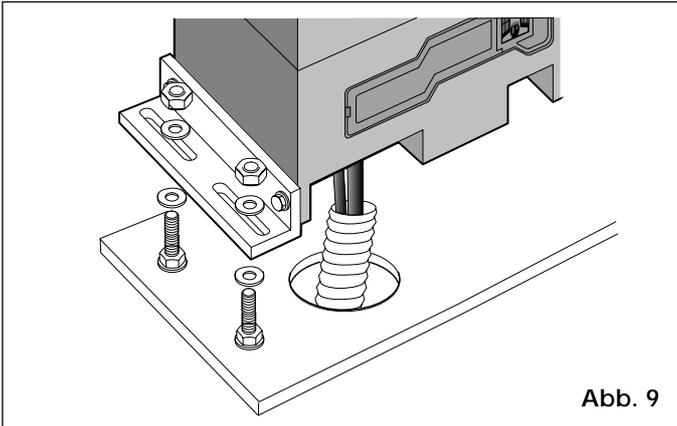

Abb. 9
- 3) Den Antrieb gemäß Abb. 9 auf die Fundamentplatte setzen.
Hierbei die Kabel durch die in der unteren Gehäusehälfte vorgesehene Führung in den Antrieb einziehen (Abb. 9). Die Kabel durch die entsprechenden Führungen zum elektronischen Steuergerät führen.